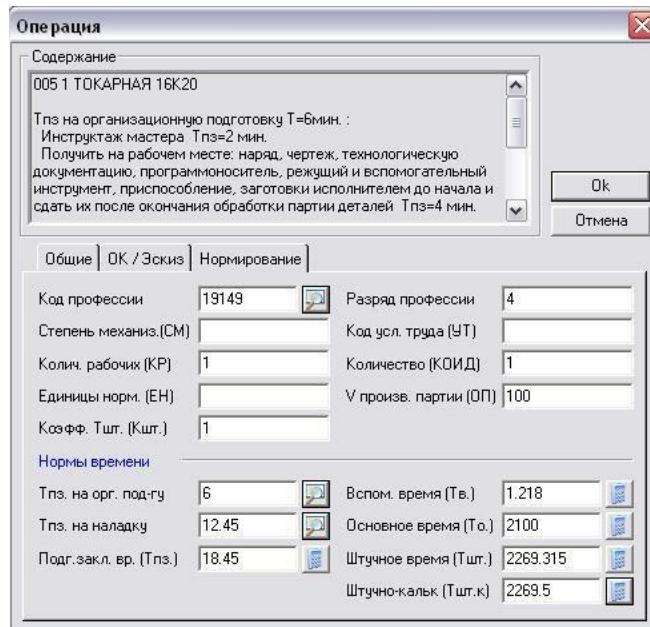

Рисунок 8. Диалог объекта «Операция». Вкладка «Нормирование».
Прейдите в окне проекта на строчку операции «ТОКАРНАЯ», наведя на нее курсор мыши, и нажмите левую кнопку два раза. Загрузится окно «Операция», перейдите на вкладку «Нормирование» (рис. 8).
1. В строке «Разряд профессии» введите с клавиатуры цифру 4 (см. рис. 8).
2. В строке «**Колич. рабочих (КР)**» введите с клавиатуры цифру 1 (см. рис. 8).
3. В строке «**Количество (КОИД)**» введите с клавиатуры цифру 1 (см. рис. 8).
4. В строке «**V произв. партии (ОП)**» введите с клавиатуры цифру 100 (см. рис. 8).
5. В строке «**Коэффи. Тшт. (Кшт.)**» введите с клавиатуры цифру 1 (см. рис. 8).